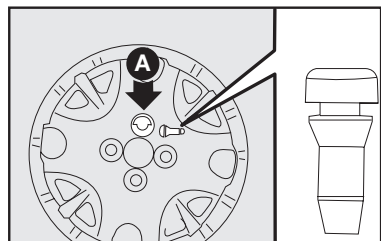

fig. 18
8) Coloque a presión la taza de la rueda en la llanta, haciendo coincidir el símbolo , grabado en el interior de la taza, con la válvula de inflado; de esta forma, el orificio más grande de la taza **A**-fig. 18 pasará a través del tornillo colocado anteriormente.